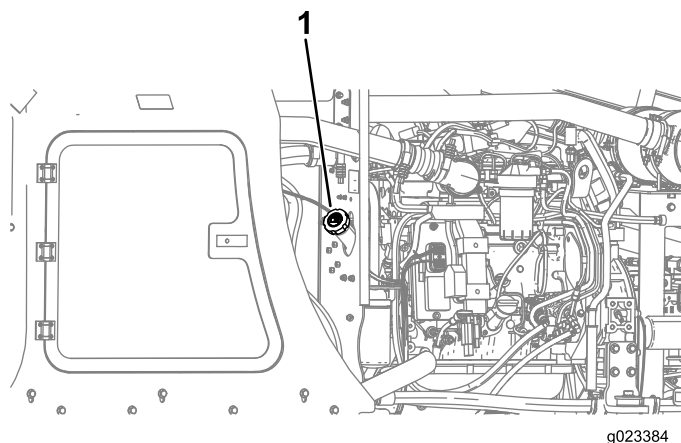

Рисунок 66
3. Снимите крышку топливного бака (Рисунок 66).